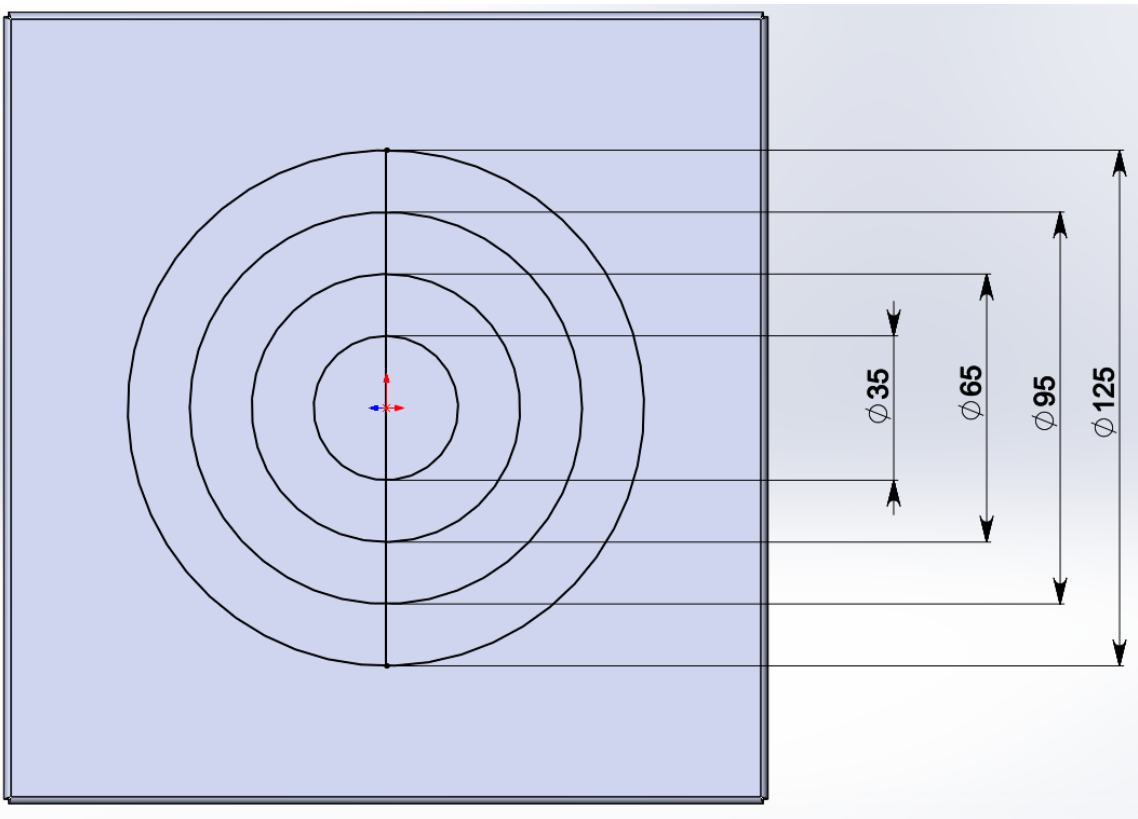

Рисунок 3 – создание линии
4. Провести вертикальную линию (рис. 3).